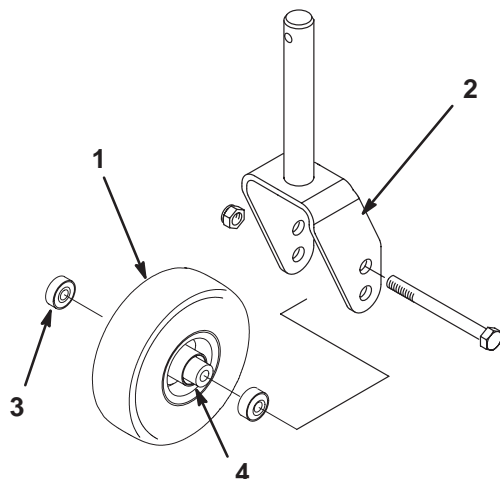
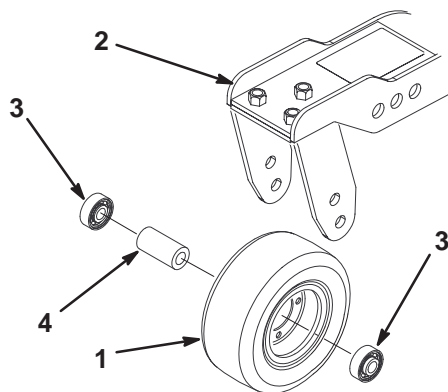

Figure 81
Figure 82
1. Retirez le contre-écrou de la vis de fixation de l'ensemble roue pivotante entre la chape (Fig. 81) ou le bras pivotant (Fig. 82). Maintenez la roue pivotante et enlevez la vis de la chape ou du bras pivotant.
2. Enlevez le roulement du moyeu de la roue et laissez tomber la douille d'écartement à l'extérieur (Fig. 81 et 82). Déposez le roulement de l'autre côté du moyeu.